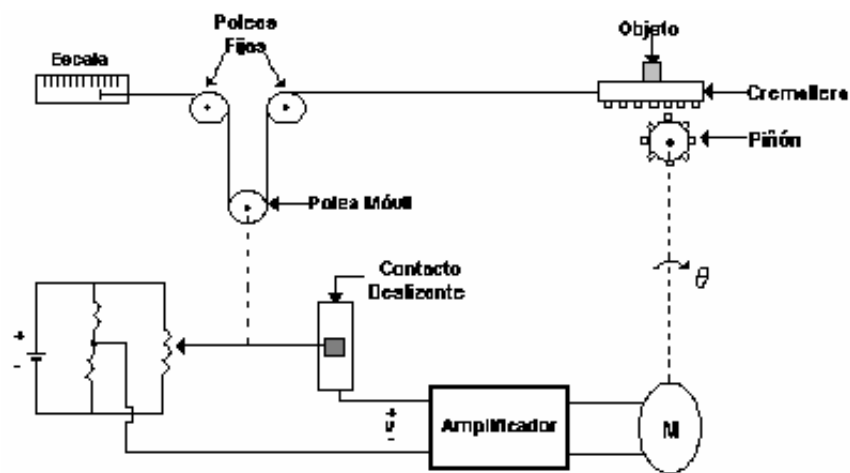

Figura 1.15: Sistema de control
4. La figura 1.15 muestra el diagrama de un sistema de control (Evaluación año 2003). El desplazamiento de la polea móvil es perpendicular al del indicador y el del objeto; x_1 , x_2 y x_3 son las posiciones del indicador, objeto y polea móvil respectivamente; la tensión V_1 entre el punto móvil del potenciómetro y la conexión entre las resistencias R , es proporcional al desplazamiento x_3 en el factor k_1 ; la tensión de salida del amplificador es k_2 veces su tensión de entrada; la dinámica para la velocidad del motor se rige por la segunda ley de Newton rotacional: